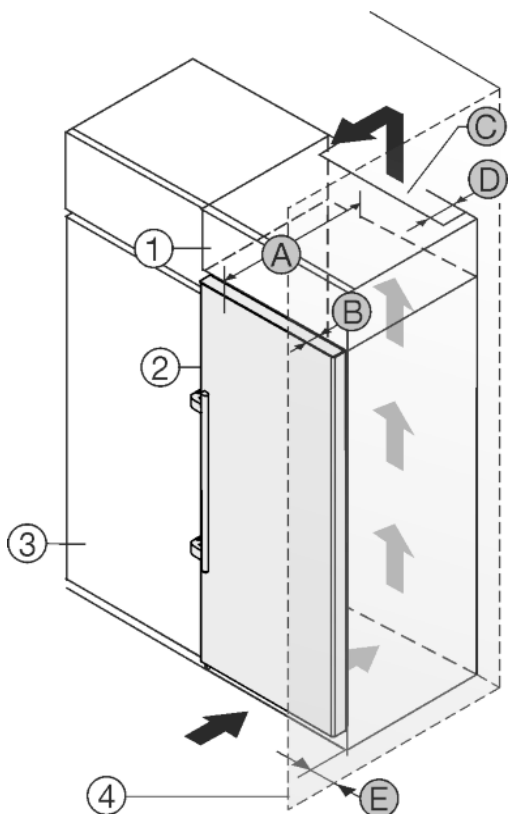

Fig. 20
Urządzenie może zostać obudowane szafkami kuchennymi. Aby dopasować urządzenie Fig. 20 (2) do wysokości ciągu szafek kuchennych, można nad urządzeniem umieścić szafkę nasadzaną Fig. 20 (1).
Urządzenie można ustawić bezpośrednio obok szafki kuchennej Fig. 20 (3). By móc całkowicie otworzyć drzwi, urządzenie musi wystawać przynajmniej o głębokość Fig. 20 (B) za front szafki kuchennej. W zależności od głębokości szafek kuchennych oraz od zastosowania elementów dystansowych urządzenie może wystawać jeszcze bardziej.
- Na tylnej ścianie szafki nasadzonej wymagany jest wywiewny kanał wentylacyjny o głębokości Fig. 20 (D) na całej szerokości szafki.
- Pod sufitem pomieszczenia należy zachować przekrój odpowietrzający Fig. 20 (C).
Jeżeli urządzenie będzie ustawiane z zawiasami do ściany Fig. 20 (4), to pomiędzy urządzeniem i ścianą należy zachować odstęp Fig. 20 (E). Na taką odległość wystaje klamka przy otwartych drzwiach.